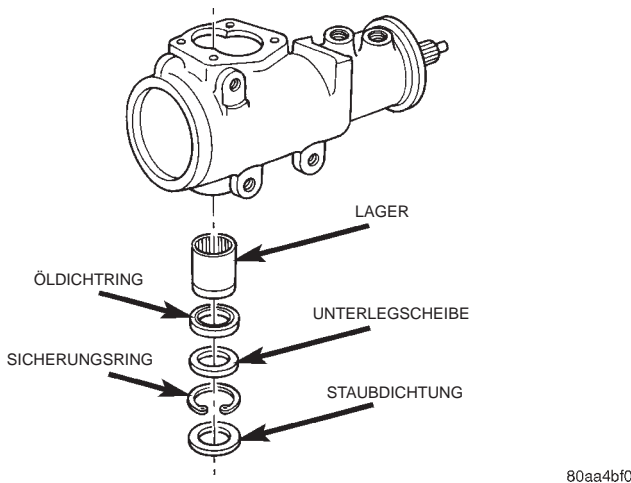

Abb. 7 Dichtungen und Lager der Lenkstockwelle
- (6) Lenkstockwelle vom Seitendeckel lösen.
- (7) Staubdichtung mit einem Dichtungswerkzeug aus dem Gehäuse ausbauen (Abb. 7).